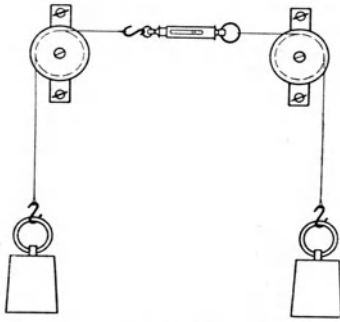

Fig. 26.
d) Befestige zwei Rollen so nebeneinander, daß ihre Rinnen in einer Ebene liegen und ein darüber gespannter Faden wagerecht sein würde (Fig. 26). Binde an den Haken und den Ring einer Federwaage Schnüre und an deren andere Enden gleiche Gewichte. Lege die Schnüre so über die Rollen, daß die Wage zwischen beiden wagerecht gehalten wird. Zieh einigemal schwach an den Schnüren, lies den Zeiger der Wage ab und verbessere die Ablesung. Ist die Zugkraft an allen Stellen der Schnur gleich? *Kraftübertragung.*